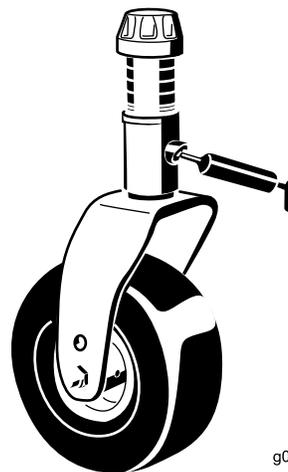

Figura 38
- 2 boccole dell'albero della forcella della ruota orientabile (Figura 38)